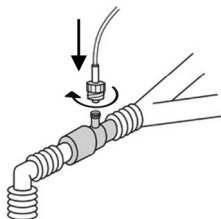

図1
2. 図1のように、エアアダプタを気管内チューブと人工呼吸器のAエアアダプタを上向きにしたYピースの間の呼吸回路近位端に接続します。